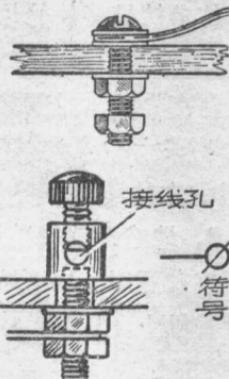

图 14 接綫柱
5. 接綫柱 接綫柱在矿石收音机里是为了联接零件用的。它的样子見图 14。因为耳机或者天地綫及电池、喇叭等都要接在矿石机上面，如